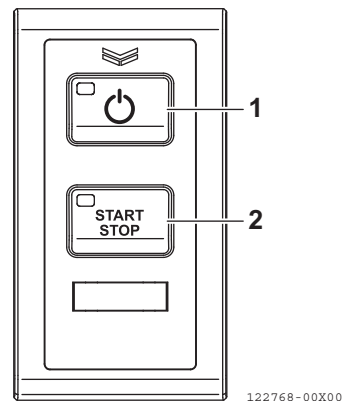

Figure 35
4. Appuyez sur l'interrupteur d'alimentation du panneau de commande de la station sélectionnée (**Figure 35, (1)**).
9. Appuyez sur l'interrupteur MARCHE/ARRÊT du moteur **(Figure 35, (2))** et allumez le démarreur.